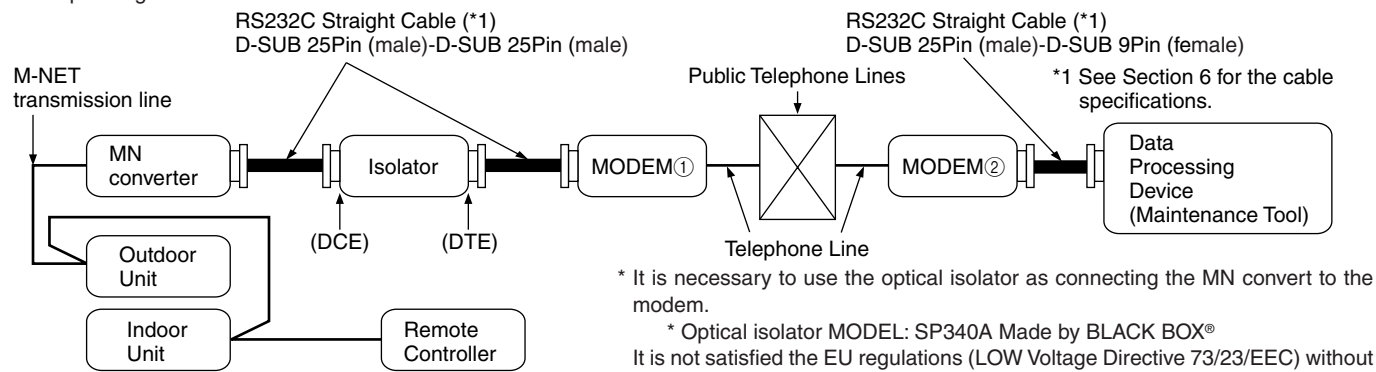

Figure 1. Basic layout
The basic layout for connecting this unit to a modem is shown in Fig.1 below.
Before connecting the units, the MN converter and MN converter side modem (modem ① in Fig. 1) must be initialized. Initialization is explained in Section 3.
The MN converter is not insulation specifications. When connecting with a modem, always use an isolator to isolate the MN converter from the modem. Also, because the isolator is directional, connect it in the direction shown in Fig. 1.
Before connecting the basic layout of Fig. 1, the MN converter and MN converter side modem (modem ① in Fig. 1) must be set as explained below.
At the end of the MN converter and modem initialization described above, connect the units as shown in Fig. 1.
Always connect the modem set here at the modem ① position in Fig. 1.
Try setting modems ① and ② in Fig. 1 to "No data compression function" and the communication speed to 9600bps. Setting is the same as described in Section 3. Refer to the modem operating instructions and send and set the AT commands corresponding to the contents of (1) Data compression disable and (2) Terminal speed setting: 9600bps.
L'agencement de base pour la connexion de cette unité est illustré à la Figure 1 ci-dessous.
Avant de raccorder les unités, il faut initialiser le convertisseur MN et le modem auxiliaire du convertisseur MN (le modem 1 de la figure 1). L'initialisation est expliquée à la section 3.
Le convertisseur MN n'est pas conforme pour l'isolation. Lorsque vous le raccordez à un modem, utilisez toujours un isolateur pour isoler le convertisseur MN du modem. En outre, étant donné que l'isolateur est directionnel, il faut le raccorder dans la direction illustrée à la figure 1.
Avant de raccorder l'agencement de base de la figure 1, le convertisseur MN et le modem auxiliaire du convertisseur MN (le modem 1 de la figure 1) doivent être réglés comme il est expliqué ci-dessous.
Ce qui précède s'applique au réglage par modem. À la fin de l'initialisation du convertisseur MN et du modem décrite ci-dessus, raccorder les unités comme il est illustré à la figure 1.